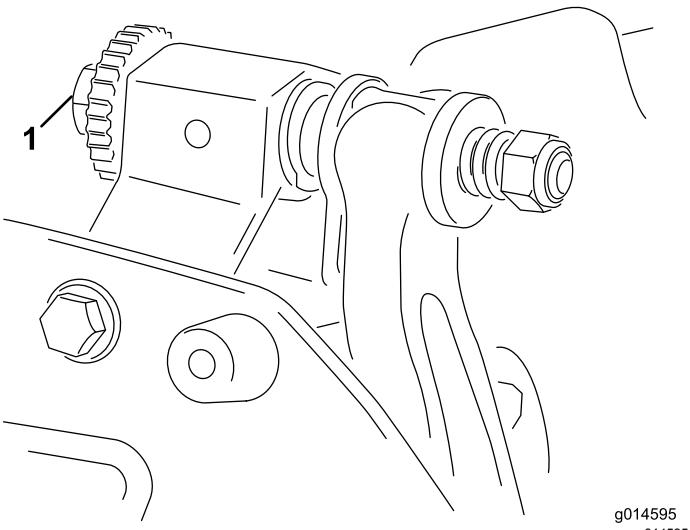

Figura 9
2. Tuerca del tornillo de ajuste de la contracuchilla (2)
- Si no se nota ningún contacto, gire los pomos de ajuste en sentido horario (Figura 9), un clic a la vez, hasta que se note y se oiga un contacto ligero.
6. Gire el tornillo de ajuste derecho de la barra de asiento (Figura 9) hasta que note una ligera presión en el suplemento al moverlo de un lado a otro. Retire el suplemento.